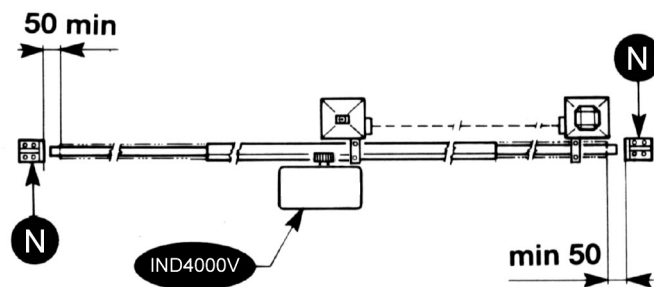

FIG. 2
- Oltre ai finecorsa presenti nell'unità, è necessario che a ciascuna delle due posizioni estreme della corsa sia presente un fermo meccanico fisso che arresti il cancello nel caso di malfunzionamento dei finecorsa. A tal fine il fermo meccanico deve essere dimensionato per sopportare la spinta statica del motore più l'energia cinetica del cancello (N) (Fig. 2).